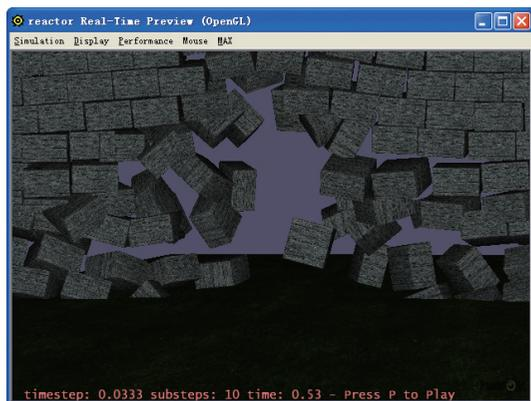

图9-31 预览效果
**03** 设置完毕后，重新执行预览操作，观察此时的效果，如图9-31所示。